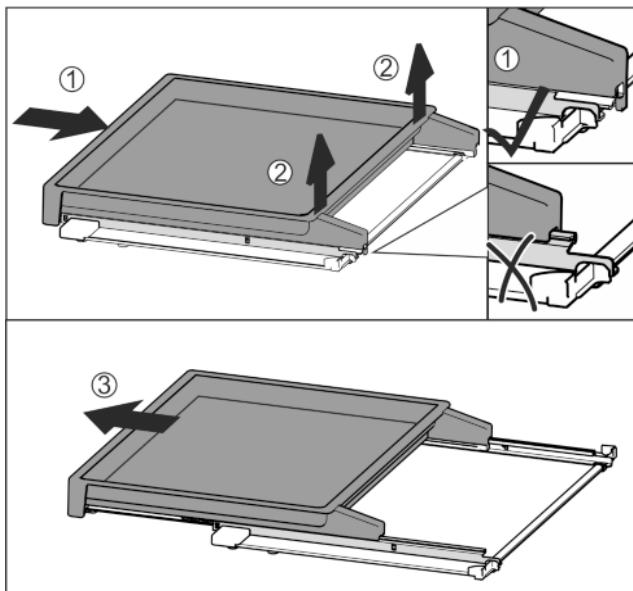

Fig. 37
- Вкарайте изцяло изтеглящата се дъска Fig. 37 (1).
- Освободете фиксатора от задната страна Fig. 37 (2).
- Извадете напред изтеглящата се дъска Fig. 37 (3).